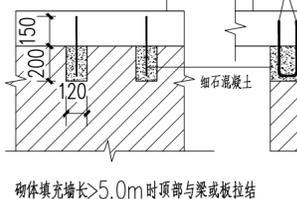

图7.11 填充墙顶与上层梁底拉接
- 砌体填充墙先砌至上层梁（板）底以下约200处，待墙顶后用实心砌块斜砌。砌体填充墙大于5m时，墙顶与梁底设2 $\Phi 6 @ 1000$ 拉结筋（嵌入梁内150，留头200），砌墙时拉结筋出头处做高200长120用端厚的细石混凝土连接块。做法详图7.11所示。